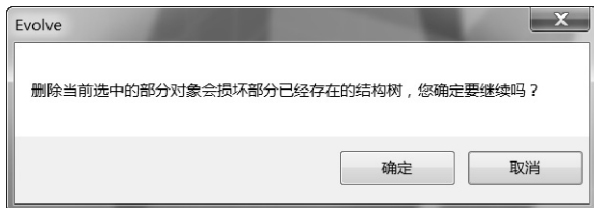

图 2-65 删除源对象提示
- 2) 在全局浏览器中选中“立方体#1”，按〈Delete〉键删除。当弹出如图 2-65 所示的提示信息时，单击“确定”按钮。